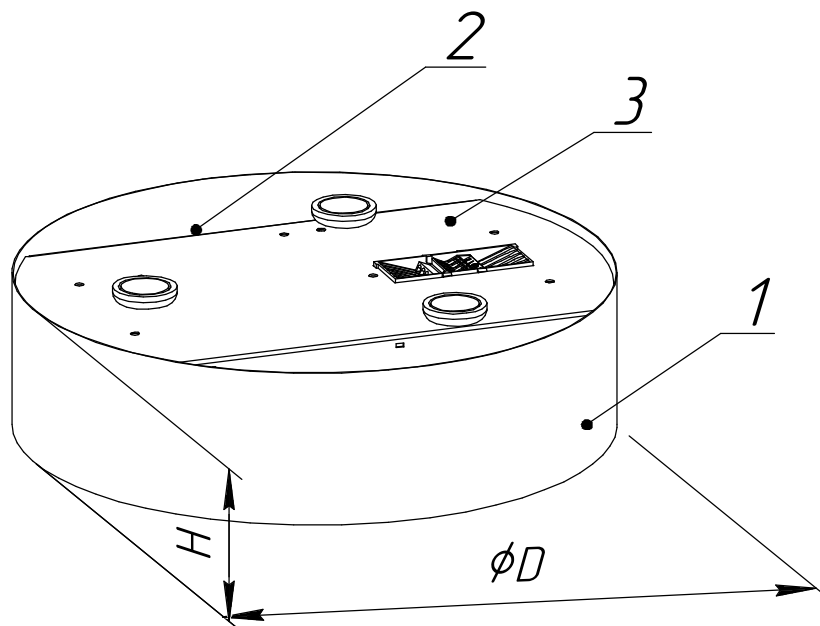

Рисунок 1 - Светильник серии ДСО33 Horizon Tab
5.8 Снимите защитную пленку с корпуса рис. 1.